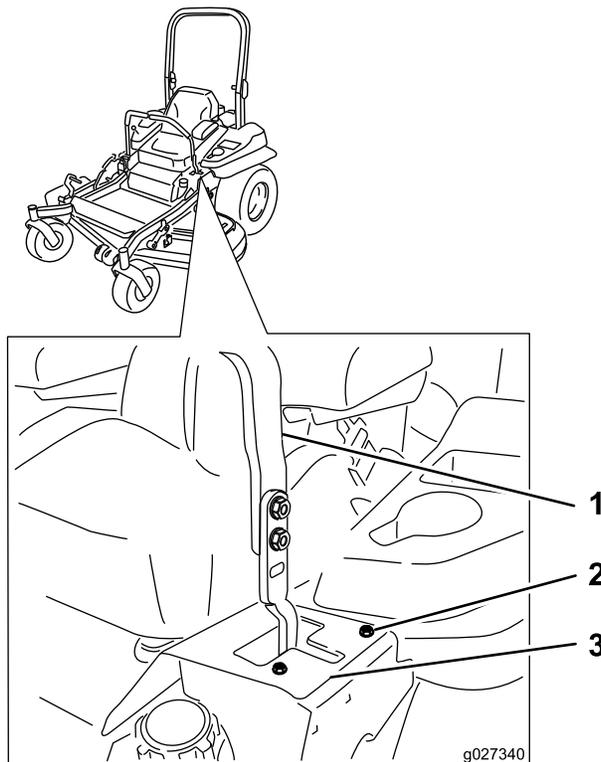

Figura 73
- Si se desvía hacia la derecha, afloje los pernos y ajuste la chapa del tope izquierdo hacia atrás en la ranura en T de la izquierda hasta que la máquina avance en línea recta (Figura 73).
- Si se desvía hacia la izquierda, afloje los pernos y ajuste la chapa del tope derecho hacia atrás en la ranura en T de la derecha hasta que la máquina avance en línea recta (Figura 73).
6. Apriete la chapa del tope (Figura 73).